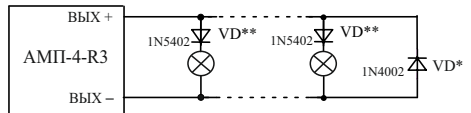

Рисунок 11
4.3.8 Если для подсветки в ОПОП применены не светодиоды, а другие светоизлучающие элементы, то в качестве обеспечения тока контроля целостности линии связи применяют диоды VD\*\* (рисунок 11).